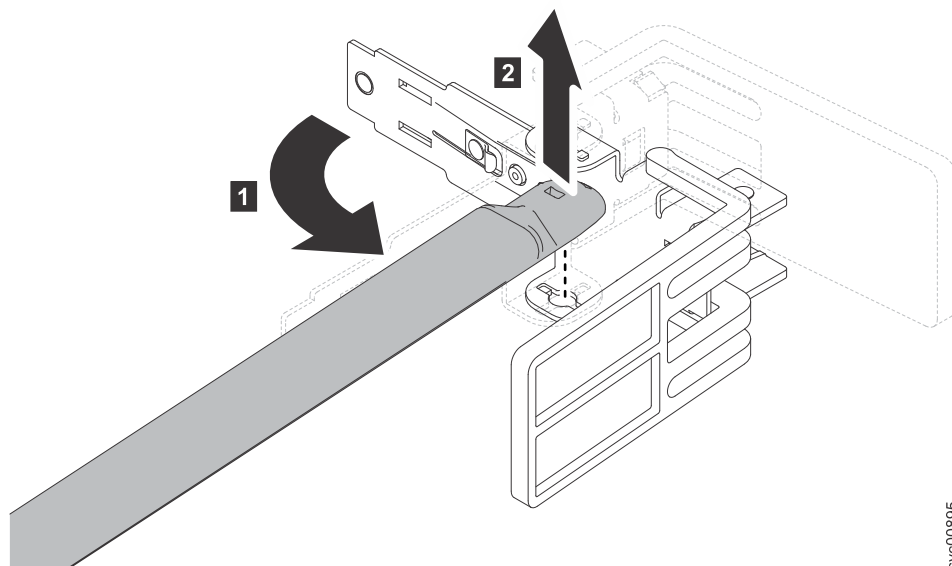

图 13. 将电缆管理支撑臂与停止支架断开连接
8. 将支撑臂的另一端与停止支架断开连接，如图 13 中所示。